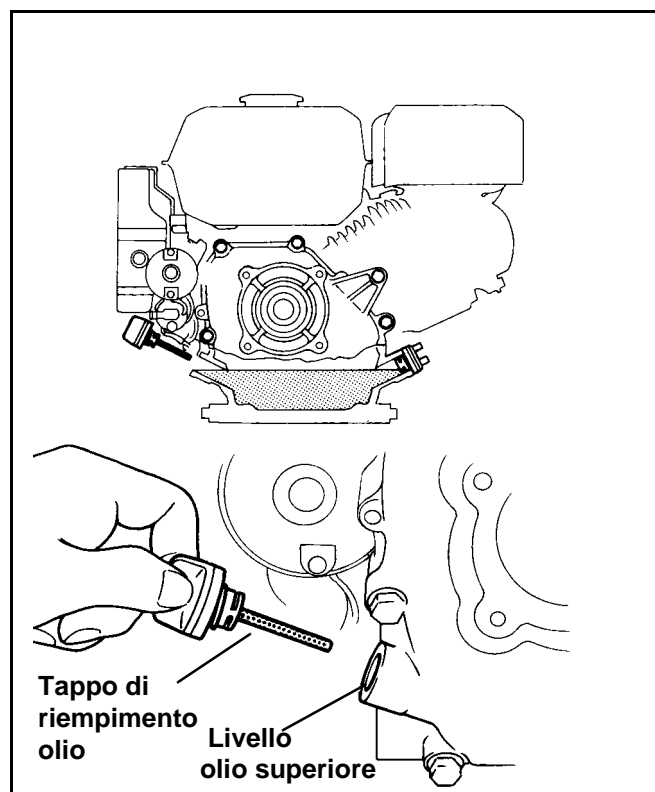

Figura 11A
6. Rabboccare olio motore fino a raggiungere il livello di pieno. **Vedere Figura 11A.**